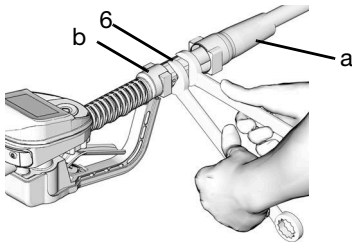

FIG. 9
2. Deslice la funda giratoria (a) hacia atrás, sobre la manguera, el extremo pequeño primero para acceder al accesorio de conexión giratorio (6) (FIG. 9).
3. Aplique sellante de roscas a las roscas macho del accesorio de conexión de la manguera. Enrosque el accesorio de conexión de la manguera (b) en la pieza giratoria (6) de la válvula dispensadora con medidor. Utilice dos llaves para apretar firmemente (FIG. 9).